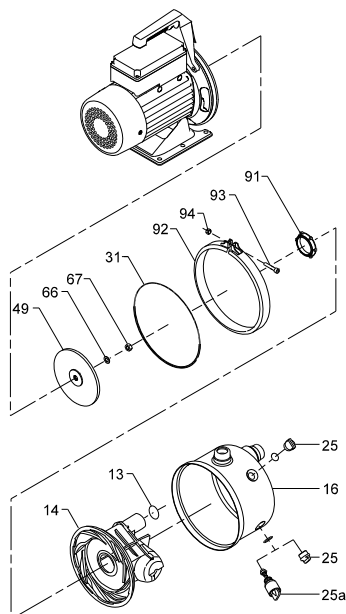

Fig. 6 Vista esplosa della pompa jet
I numeri di posizione riportati nelle sezioni seguenti si riferiscono alla fig. 6.
Quando si ordinano i ricambi, indicare il numero di posizione nella fig. 6 e i dati della pompa riportati sulla targhetta di identificazione.
**Nota** La pompa mostrata nella fig. 6 potrebbe differire dalla versione effettiva.